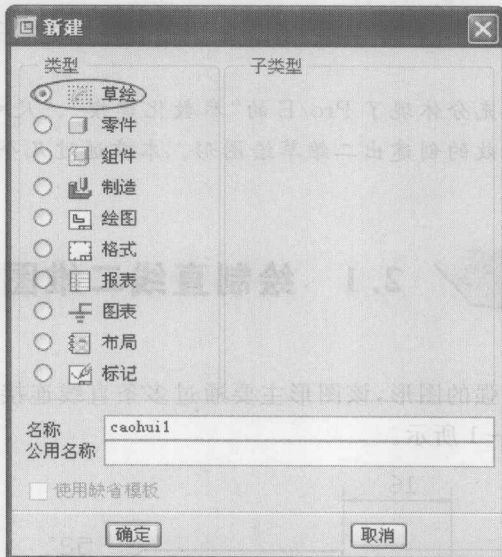

图 2-2
(1) 新建文件
① 在菜单栏中依次选择【文件】→【新建】命令，(或从常用工具栏中单击  按钮)。
② 出现【新建】对话框后，在“类型”选项组中，选择要创建的文件类型，接着在“名称”文本框中输入文件的名称为“caohui1”，然后单击 **确定** 按钮，如图 2-2 所示。